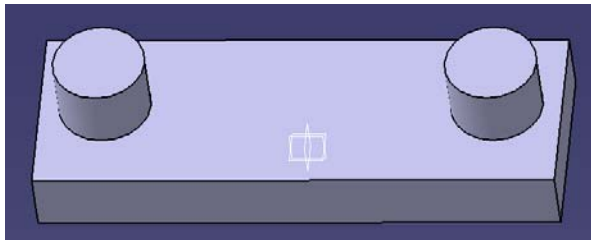

图 3-81
(4) 左侧 Tree 中 Pad2 和 Mirror.1 的顺序发生了变化。按右键选择 Mirror.1 object → Deactivate。再按右键选择 Mirror.1 object → activate (见图 3-81)。